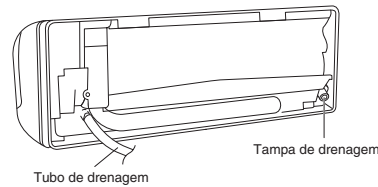

Fig. 3-64
- (a) Localize o tubo de drenagem e a tampa de drenagem. (Fig. 3-64)
- (b) Retire os parafusos que seguram o tubo de drenagem no lado direito e, em seguida, puxe o tubo de drenagem para retirá-lo. (Fig. 3-64)